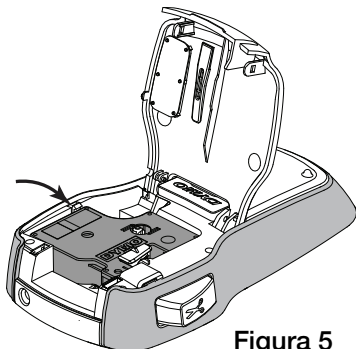

Figura 5
- 3 Insira a cassete e prima com força até que a cassete encaixe na perfeição. Ver Figura 5.